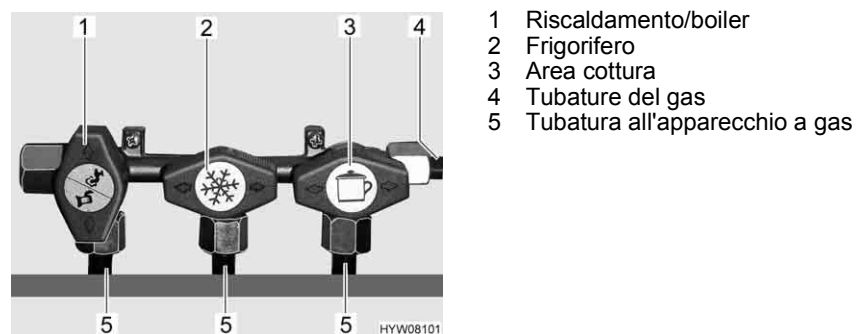

Fig. 109 Simboli dei rubinetti di arresto del gas
Nel veicolo, tutti gli apparecchi del gas sono dotati di un rubinetto di arresto del gas (Fig. 109).
- Posizionare il rubinetto di arresto del gas dell'apparecchio a gas corrispondente parallelamente (Fig. 109,1) alla tubatura (Fig. 109,5) che alimenta l'apparecchio a gas.
- Posizionare il rubinetto di arresto del gas dell'apparecchio a gas corrispondente trasversalmente (Fig. 109,2 e 3) alla tubatura (Fig. 109,5) che alimenta l'apparecchio a gas.